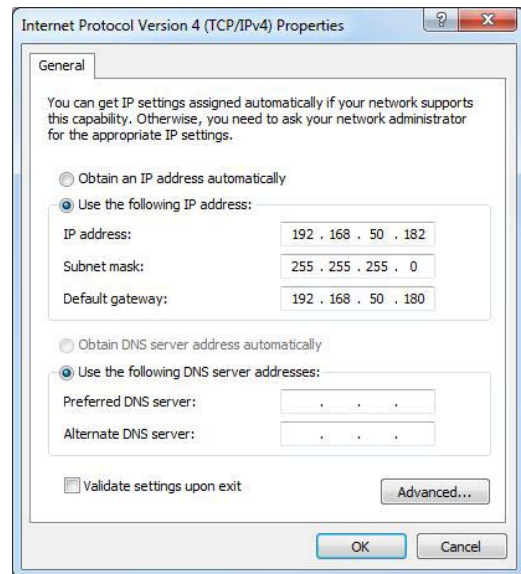

Abbildung 48: TCP/IPv4 Einstellungen
- Wählen Sie „Folgende IP-Adresse verwenden:“ und geben Sie folgende Werte ein (siehe Abbildung 48):